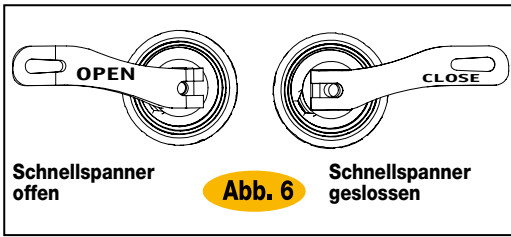

Abb. 6
- Versichern Sie sich, dass die Laufräder fest am Rahmen mit dem korrekt verschlossenen Schnellspanner verankert sind. (Abb.6). **Achtung, ein Lösen des nicht korrekt verschlossenen Schnellspanners, kann zu Unfällen mit schweren oder tödlichen Verletzungen führen.**
Die entsprechende Markierung ist am Hebel unlöslich geprägt. Bei jedem Gebrauch des Fahrrads sorgfältig überprüfen, ob der Hebel auf Position CLOSE steht (bei geschlossenem Hebel muss im vorderen Bereich der Befestigung die Aufschrift CLOSE ersichtlich sein) (Abb.6).
- Controlar que las ruedas estén fijadas firmemente al cuadro con el cierre rápido cerrado en la posición correcta (Fig.6).